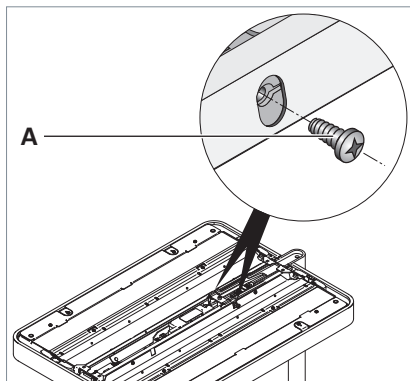

Fig. 17: Enlever la fixation.
- Dévissez les deux vis de fixation **A**, voir Fig. 17.